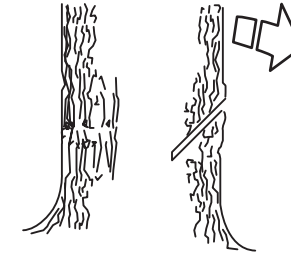

Рисунок 14 — Верхний пропил
• Чтобы сделать направляющую зарубку, необходимо вначале сделать верхний пропил. Пользуясь нижней кромкой шины направляющей (ведущей частью цепи пильной), сделайте пропил сверху вниз под углом примерно 45 градусов и под прямым углом (см. рис. 14) к выбранному направлению падения.